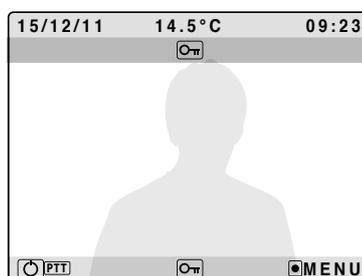

Fig. 11
- Ouvrez la porte sans parler au visiteur en appuyant sur le bouton  (**Fig. 11**);